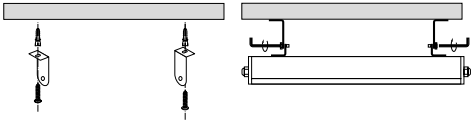

Рис. 3. Установка светильника накладным способом
- 3.6. Для накладного монтажа (рис. 3) выполните разметку под кронштейны для светильника и закрепите их дюбель-гвоздями.